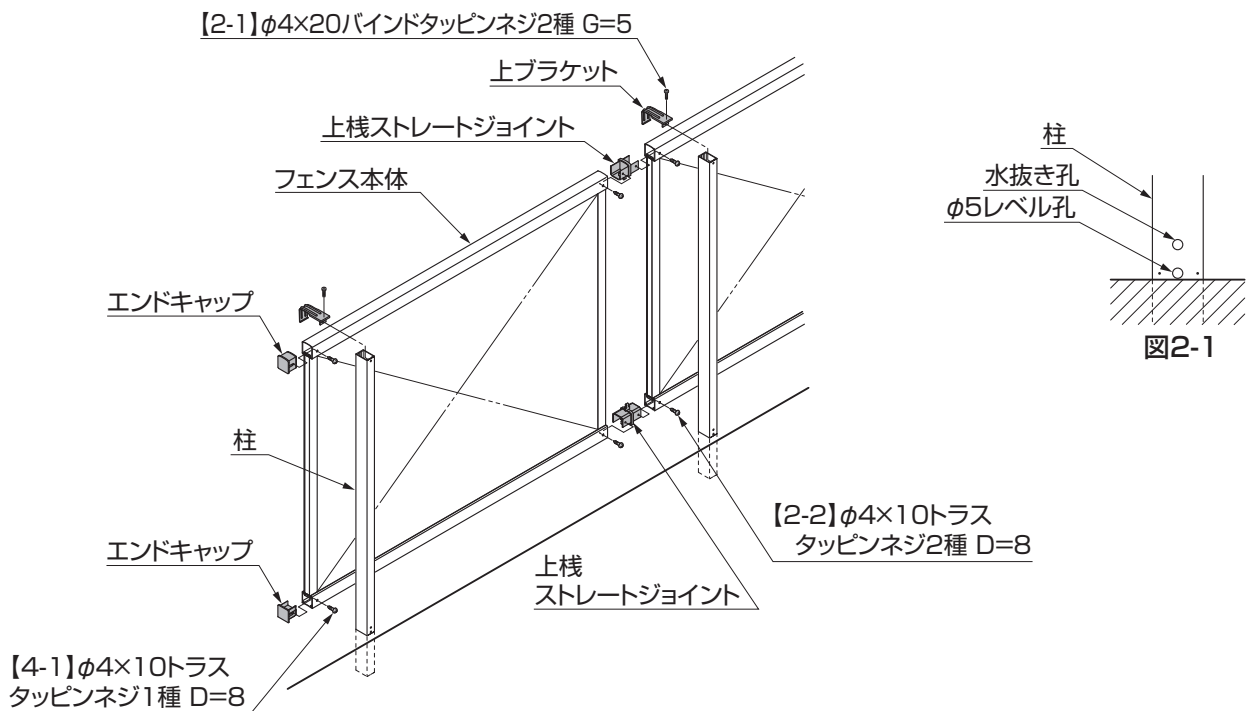

図2-1
- 各柱はレベル孔を参考に水平にそろえて取付けてください。(図2-1参照)